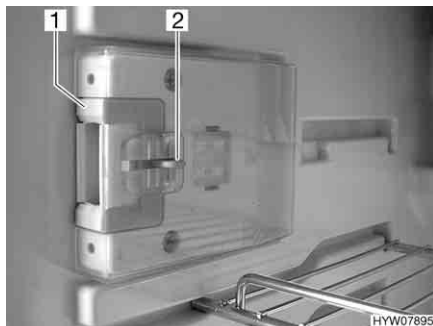
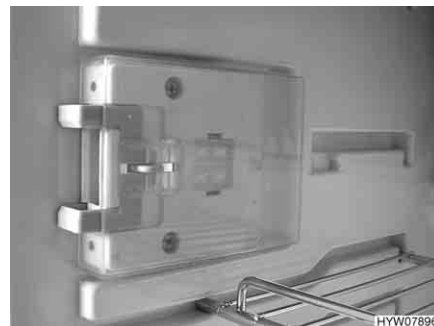

Fig. 101 Dispositivo di chiusura in posizione normale
Fig. 102 Dispositivo di chiusura in posizione di ricircolo d'aria
- Premere il dispositivo di sblocco (Fig. 101,2).
- Spingere il dispositivo di chiusura (Fig. 101,1) in avanti (Fig. 102).